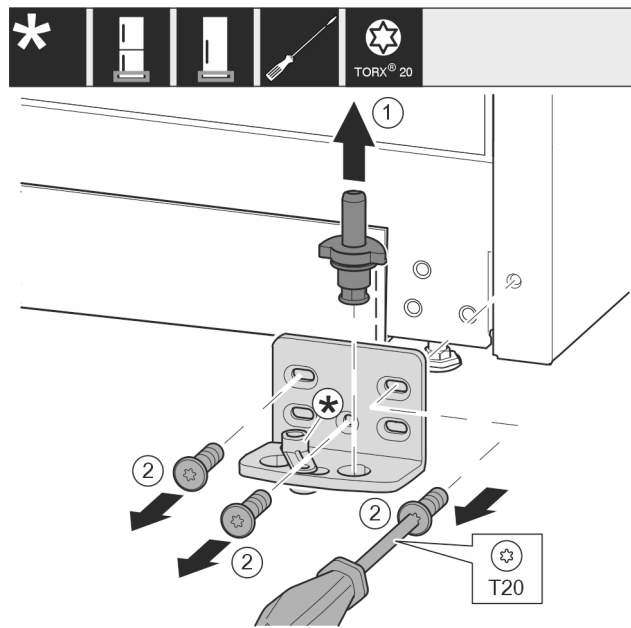

Fig. 16 *
- ▶ Wyjąć kompletny trzpień zawiasu Fig. 16 (1) w górę.*
- ▶ Wykręcić śruby Fig. 16 (2) śrubokrętem i zdjąć płytkę zawiasu.*